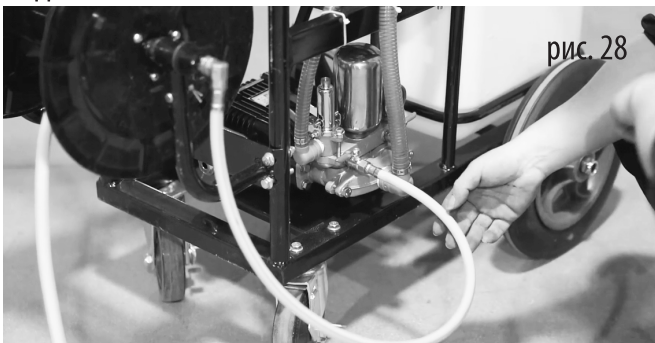

рис. 28
11. Соедините латунный коннектор (11) с шлангом подачи (13). Шланг подачи (13) подключите к плунжерному насосу (рис. 28). Надежно закрепите соединение при помощи разводного ключа.